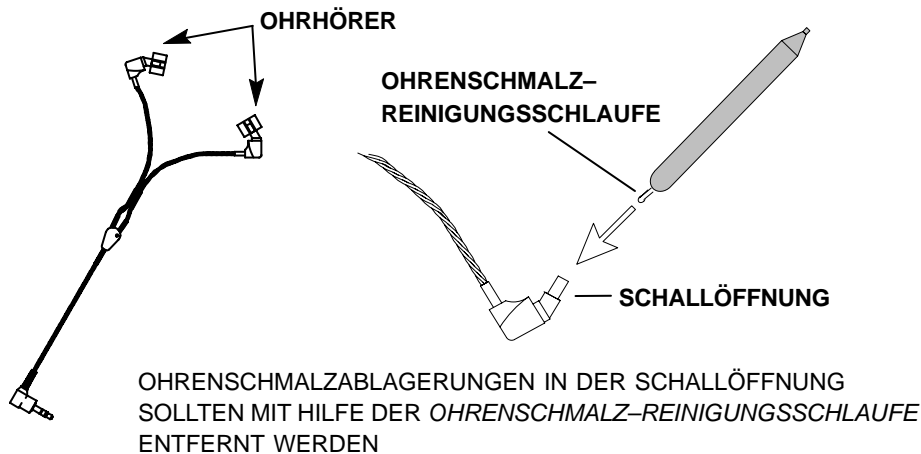

ABBILDUNG 1: Entfernen von Ohrenschmalz bei E1/E5
- *E1/E5: Die Schallöffnungen nach jeder Verwendung mit dem mitgelieferten Ohrschmalz-Entfernungswerkzeug reinigen (siehe Abbildung 1).*